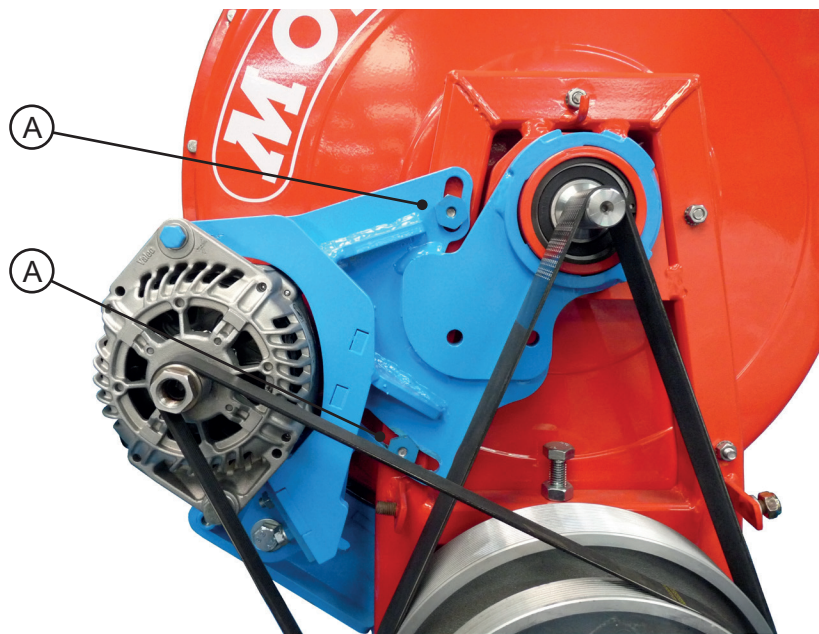

Fig.2
**Avant chaque campagne, vérifier le serrage des vis (A, B & C - fig. 2 et 3).**
- Desserrer les deux écrous arrière (A - fig. 2)
**Before each season, check that the screws are tight (A, B & C fig 2 and 3).**
- Unscrew the two rear nuts (A - fig. 2)
**Vor jeder Kampagne, den festen Sitz der Schrauben (A, B und C - Abb. 2 und 3) prüfen.**
- Die beiden hinteren Muttern lösen (A - Abb. 2)
**Controleer voor alle werkzaamheden of de schroeven (A, B & C - fig. 2 en 3) goed zijn aangedraaid.**
- Beide achtermoeren los maken (A - fig. 2)